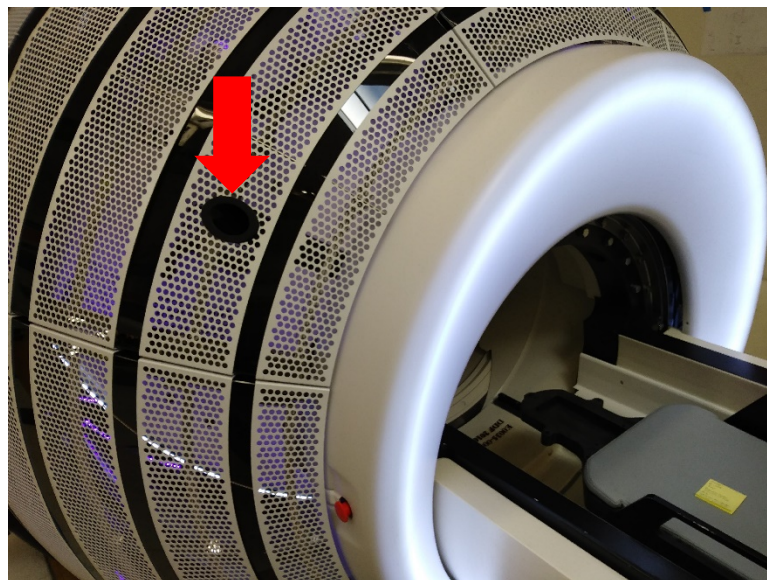

図3-18 Zap-X システムへのケーブル通し穴の位置。
7. ドア近くのケーブル通し穴から電離箱のケーブルを装置に慎重に通します。その際、適切な動作を確保するために十分な長さのケーブルを用意してください（図3-18 を参照）。
5. 必要なケーブルをシステムの適切な通し穴に慎重に通します (図3-18 を参照)。
7. ドア近くのケーブル通し穴から電離箱のケーブルを装置に慎重に通します。その際、適切な動作を確保するために十分な長さのケーブルを用意してください (図3-18 を参照)。